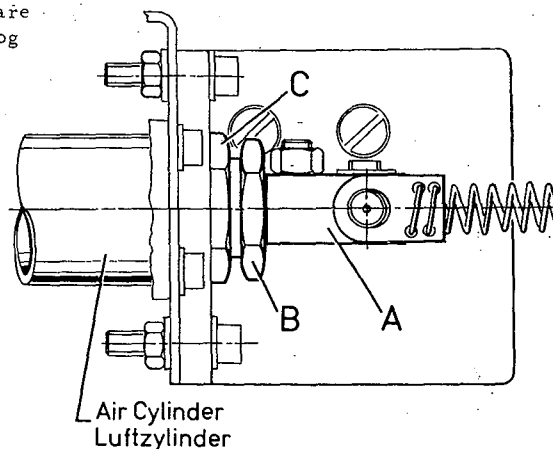

Fig. 1
The chain-respectively tape cutter however is not actuated by a solenoid but by a single-acting air cylinder which is controlled by a solenoid valve. The piston of the air cylinder should not strike against the cylinder inside when actuated, the stroke of the piston must be limited by clamp (A, Fig. 1) striking against hexagonal stop screw (B, Fig. 1). Stop screw (B) can be set accordingly. Loosen nut (C, Fig. 1) for this adjustment and set stop screw (B) as required. Retighten nut (C).
Der Ketten- bzw. Bandabschneider wird jedoch nicht mit einem Elektromagneten betätigt, sondern von einem über ein Magnetventil gesteuerten einfachwirkenden Luftzylinder. Der Kolben des Luftzylinders darf beim Betätigen nicht im Zylinder anschlagen, sondern das Klemmstück (A, Fig. 1) soll durch Anschlagen an der Sechskant-Anschlagschraube (B, Fig. 1) den Weg des Kolbens begrenzen. Die Anschlagschraube (B) kann entsprechend eingestellt werden. Lösen Sie dazu die Mutter (C, Fig. 1) und stellen Sie die Anschlagschraube (B) nach Bedarf. Ziehen Sie die Mutter (C) wieder an.